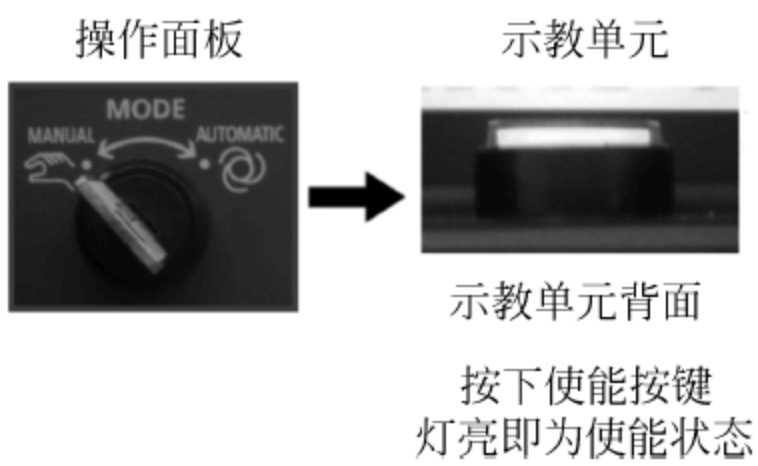

图 29-3 操作模式开关及手动使能开关
- (1) 在机器人上加装一个标定用的测针(针尖状检具——便于对准工件标记点)。
- (2) 设置机器人控制模式为“手动”,设置 TB(示教单元)为“使能状态 ENABLE”(在示教单元背面有使能按钮,按下使能按钮,灯亮后即为使能状态),如图 29-3 所示。